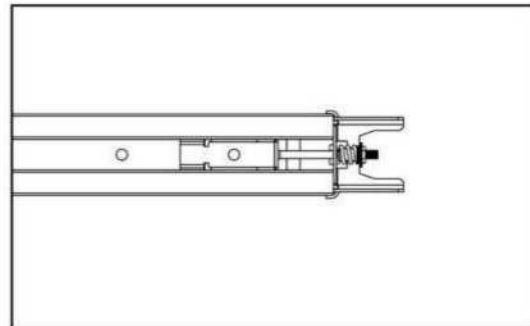

Fig.13
Paso 3. Asegure la tuerca en la Posición Correcta. Finalmente, Todo el Riel "C" estará Ensamblado (Fig.13).